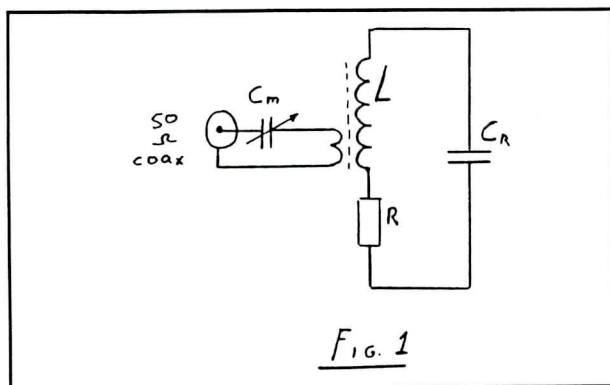

Fig. 1
- Transformator koppeling, met ferriet ring (fig 1)